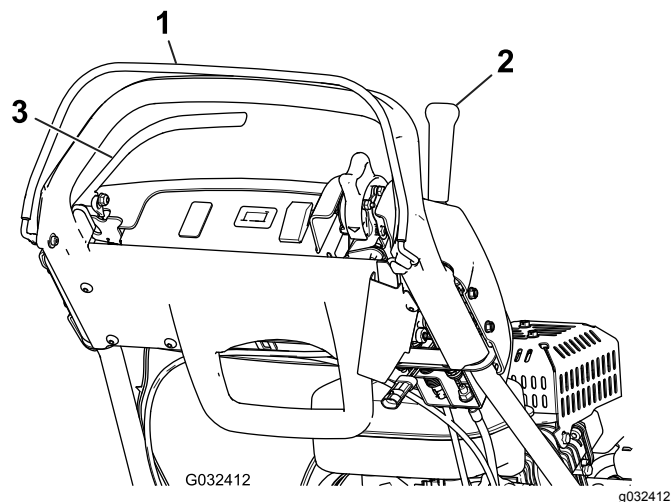

Figura 29
3. Tentate di innestare la leva della trazione con l'OPC rilasciato (Figura 29). La leva della trazione **non deve** innestarsi. Se la leva della trazione si innesta, il sistema di sicurezza deve essere revisionato. Rettificate il problema prima di utilizzare la macchina; fate riferimento a Manutenzione del microinterruttore di sicurezza della trazione \(pagina 34\).
4. Tenete premuto l'OPC e la leva della trazione innestata per rilasciare l'OPC stesso (Figura 29). La leva della trazione **deve** disinnestarsi. Se la leva della trazione non si disinnesta, il sistema di sicurezza deve essere revisionato. Rettificate il problema prima di utilizzare la macchina; fate riferimento a Manutenzione del microinterruttore di sicurezza della trazione \(pagina 34\).
5. Con l'OPC premuto e la leva del cambio spostata a sinistra, innestate il comando della trazione e l'azionamento del cilindro, quindi rilasciate l'OPC (Figura 29). La leva della trazione **deve** disinnestarsi. Se la leva della trazione non si disinnesta, il sistema di sicurezza deve essere revisionato. Rettificate il problema prima di utilizzare la macchina; fate riferimento a Manutenzione del microinterruttore di sicurezza della trazione \(pagina 34\) o a Manutenzione del microinterruttore di sicurezza della trazione \(pagina 34\).
6. Tenete premuto l'OPC e la leva del cambio spostata a sinistra per innestare il comando della trazione e del cilindro, spostate la leva del cambio a destra per disinnestare il comando del cilindro (Figura 29). La trasmissione del cilindro **deve** disinnestarsi. Se la trasmissione del cilindro non si disinnesta, il sistema di sicurezza deve essere revisionato. Rettificate il problema prima di utilizzare la macchina; fate riferimento a Manutenzione del microinterruttore di sicurezza della trazione \(pagina 34\).
2. Tenendo premuto l'OPC, la leva della trazione innestata e i comandi del motore in posizione di avviamento (Figura 29), cercate di avviare il motore. Il motore **non dovrebbe** avviarsi. Se dovesse avviarsi, occorre fare revisionare il microinterruttore di sicurezza. Rettificate il problema prima di utilizzare la macchina; fate riferimento a Manutenzione del microinterruttore di sicurezza della trazione \(pagina 34\).
2. Tenendo la leva della trazione disinnestata, il freno di servizio inserito e i comandi del motore in posizione di avviamento (Figura 29), tentate di avviare il motore. Il motore **si deve** avviare. Se non dovesse avviarsi, occorre fare revisionare il microinterruttore di sicurezza. Rettificate il problema prima di utilizzare la macchina; fate riferimento a Manutenzione del microinterruttore di sicurezza del freno \(pagina 35\).
3. Con il motore acceso, innestate il freno di servizio (non il fermo del freno di stazionamento), premete l'OPC e inserite la leva della trazione (Figura 29). Il motore dovrà funzionare senza essere compromesso dal freno, ma senza spegnersi. Se dovesse spegnersi immediatamente, occorre fare revisionare il microinterruttore di sicurezza. Rettificate il problema prima di utilizzare la macchina; fate riferimento a Manutenzione del microinterruttore di sicurezza del freno \(pagina 35\).
4. Con il motore acceso, innestate il fermo del freno di stazionamento, premete l'OPC e inserite la leva della trazione (Figura 29). Il motore **dovrebbe** spegnersi. Se il motore non si spegne, occorre far revisionare il microinterruttore di sicurezza. Rettificate il problema prima di utilizzare la macchina; fate riferimento a Manutenzione del microinterruttore di sicurezza del freno \(pagina 35\).